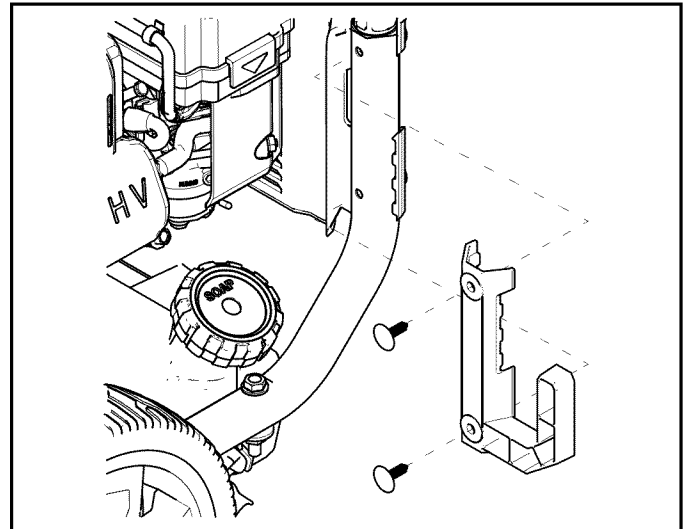

Figura 4-2. Fijación del gancho para lanza en la unidad
2. Instale el gancho para la lanza en el bastidor de la unidad usando (2) broches de fijación escalonados suministrados. Alinee los agujeros y empuje los broches de fijación escalonados hasta que asienten a ras con el gancho para pistola (Figura 4-2).